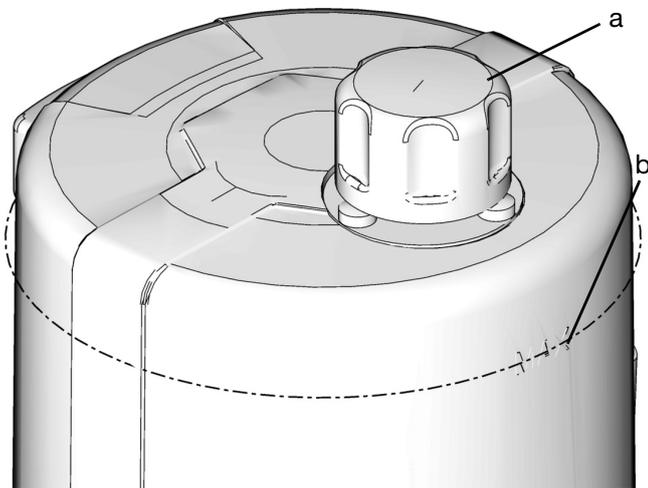

FIG. 26
- Non riempire eccessivamente (FIG. 26).